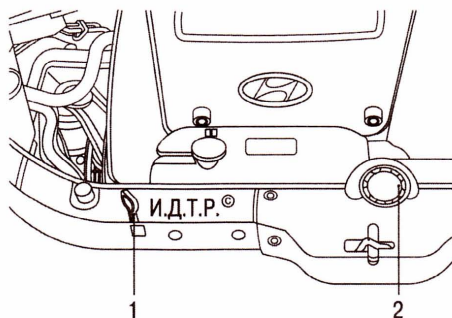

Рис. 12.6. Пробка маслосливной горловины и указатель уровня масла: 1 – указатель (щуп) уровня масла; 2 – пробка маслосливной горловины
1. Выньте указатель (щуп) 1 (рис. 12.6), протрите его чистой тряпкой и снова вставьте на место.
8. Выверните пробку 2 (см. рис. 12.6) масляной горловины и залейте чистое моторное масло, контролируя с помощью указателя 1 его уровень. Перед тем как вынуть указатель, подождите 2–3 мин, чтобы дать маслу стечь в картер. Установите на место пробку масляной горловины.